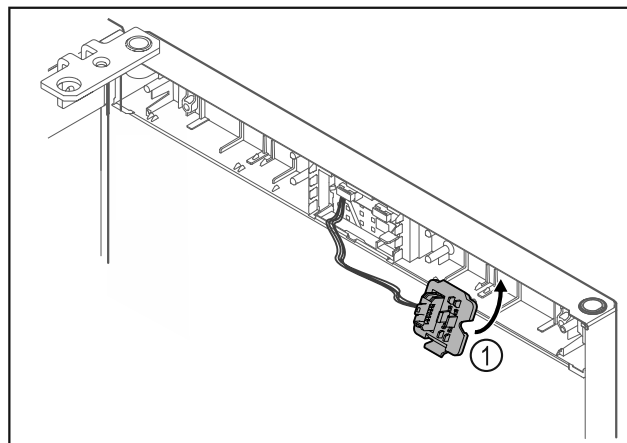

Fig. 17
- Steckerhouder Fig. 17 (1) aan tegenoverliggende zijde vergrendelen.